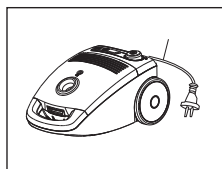

Abb. 5
3. Ziehen Sie das Stromzufuhrkabel ihren Bedürfnissen entsprechend heraus, aber nicht über die gelbe Markierung hinaus, die die maximale Länge kennzeichnet (Abb. 5). Ziehen Sie niemals das Stromzufuhrkabel hinter die rote Markierung!